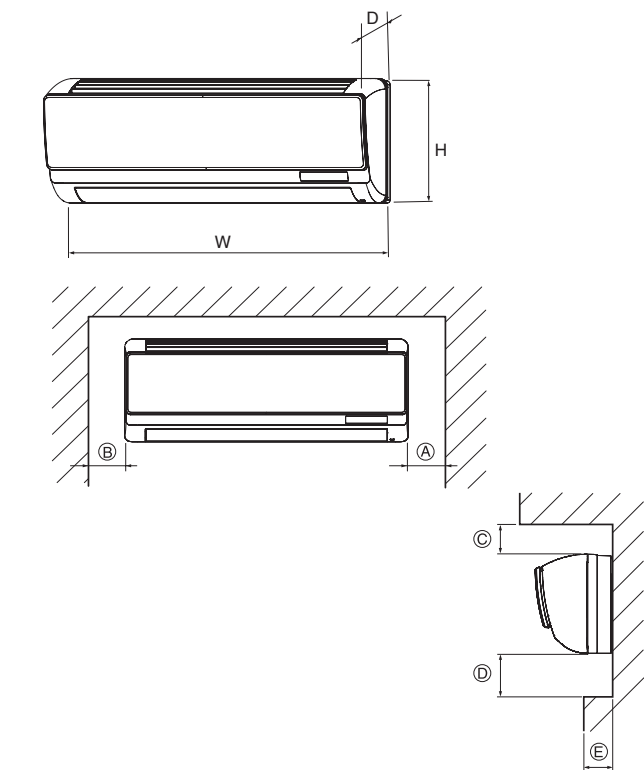

Fig. 2-1
①	Equerre de fixation murale	1	Fixer à l'arrière de l'appareil
②	Vis de fixation 4 × 25	8
③	Matière isolante	1
④	Câble de la commande à distance MA	1	Dans l'emballage
⑤	Câble de récepteur sans fil	1
⑥	Courroie	1
⑦	Attache	1
⑧	Câble	1
2.1. Dimensions externes (Appareil intérieur) (Fig. 2-1)